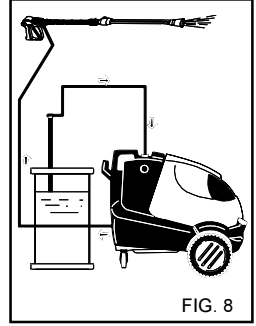

FIG. 8
- 3) Après l'emploi avec du détergent, rincer le circuit d'aspiration ; enfiler le tuyau d'aspiration (fig. 8) du détergent dans un bidon d'eau propre et faire fonctionner la pompe pendant 1 minute avec le robinet de dosage complètement ouvert et la lance en phase de sortie du détergent.
4) Après l'emploi avec du détergent, rincer le circuit d'aspiration ; enfilez le tuyau d'aspiration (fig. 8) du détergent dans un bidon d'eau propre et faire fonctionner la pompe pendant 1 minute avec le robinet de dosage complètement ouvert et la lance en phase de sortie du détergent.